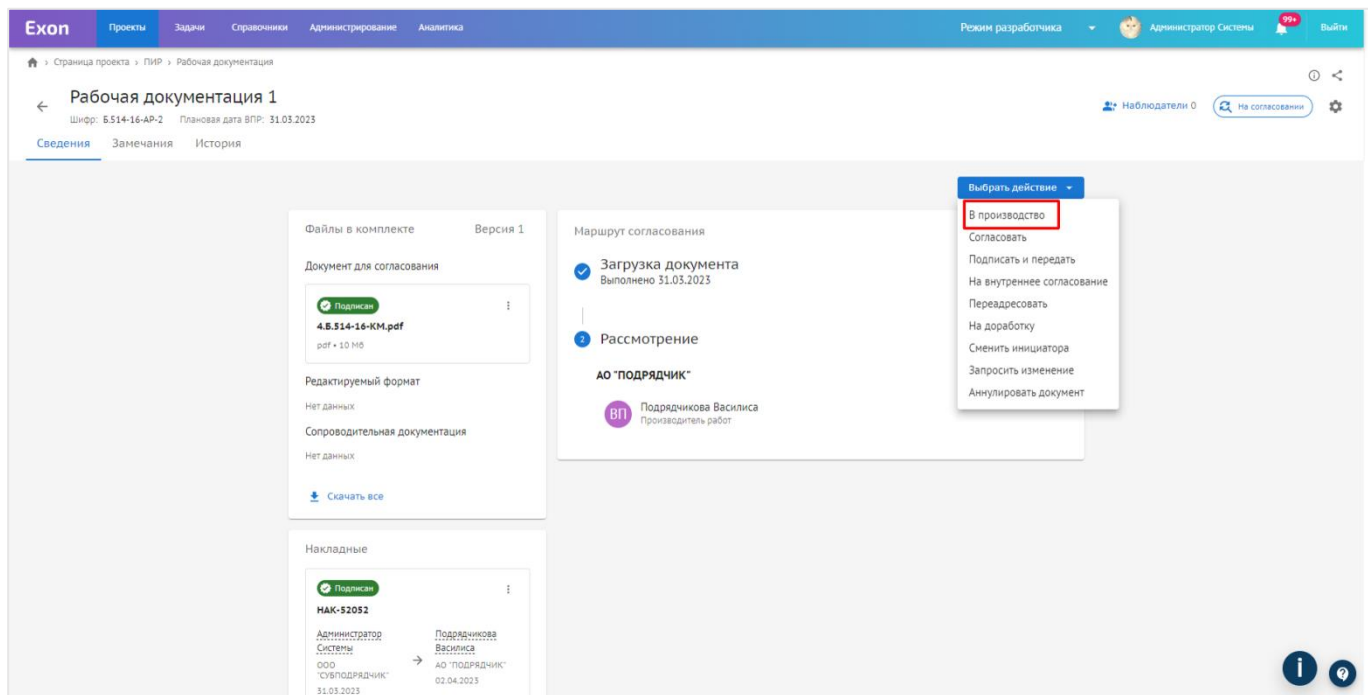

Рис. 39 - Действие В производство
1. Открыв документ, выбрать действие «В производство» (рис. 39);